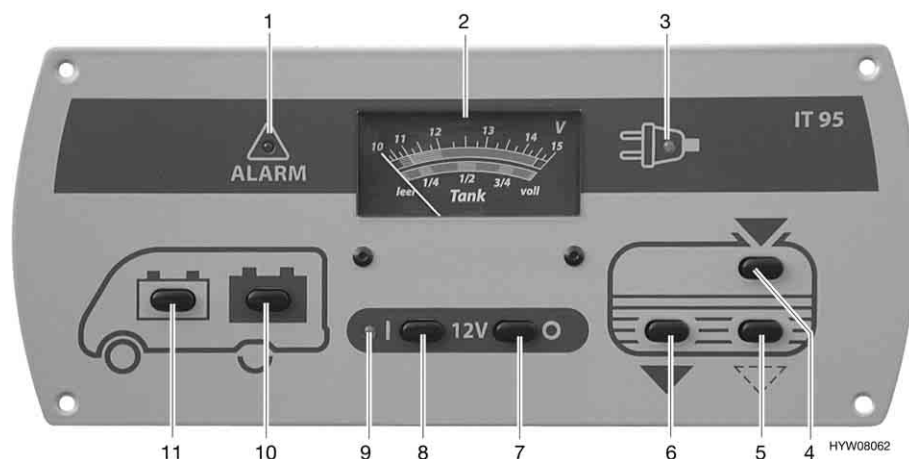

Fig. 55 Pannello di controllo (IT 95)
L'interruttore principale a 12 V (Fig. 55,7 e 8) inserisce o disinserisce il pannello di controllo e l'alimentazione a 12 V dell'abitacolo.
Accensione: ■ Premere l'interruttore (Fig. 55,8) "I": L'alimentazione a 12 V dell'abitacolo è inserita. La spia di controllo (Fig. 55,9) diventa verde.
Spegnimento: ■ Premere l'interruttore (Fig. 55,7) "O": L'alimentazione a 12 V dell'abitacolo è disinserita. La spia di controllo (Fig. 55,9) si spegne.
Per l'indicatore volt/serbatoio (Fig. 55,2) leggere la scala superiore. L'indicatore si illumina automaticamente appena viene premuto un interruttore.
- Premere l'interruttore (Fig. 55,11) "": Viene indicata la tensione della batteria di avviamento.
- Premere l'interruttore (Fig. 55,10) "": Viene indicata la tensione della batteria dell'abitacolo.
Per l'indicatore volt/serbatoio (Fig. 55,2) leggere la scala inferiore. L'indicatore si illumina automaticamente appena viene premuto un interruttore.
- Premere l'interruttore (Fig. 55,4) "  ": Viene indicato il livello del serbatoio dell'acqua.
- Premere l'interruttore (Fig. 55,6) "  ": Viene indicato il livello del serbatoio delle acque grigie.
La spia luminosa rossa "ALARM" (Fig. 55,1) inizia a lampeggiare non appena la tensione della batteria dell'abitacolo scende al di sotto di 11 V (misurazione durante il normale esercizio) con conseguente rischio che la batteria si scarichi troppo.
La spia di controllo a 12 V (Fig. 55,9) si accende non appena l'interruttore principale a 12 V (Fig. 55,8) viene inserito.
La spia gialla di controllo a 230 V (Fig. 55,3) si accende quando all'ingresso della centralina elettrica è presente una tensione di rete.